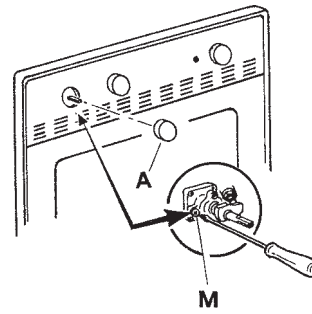

Abb. 12
- Entfernen Sie den Bedienungs-Drehschalter (A- Abb.12)
- Schrauben Sie die by-pass-Einstellschraube (M) ganz ein.